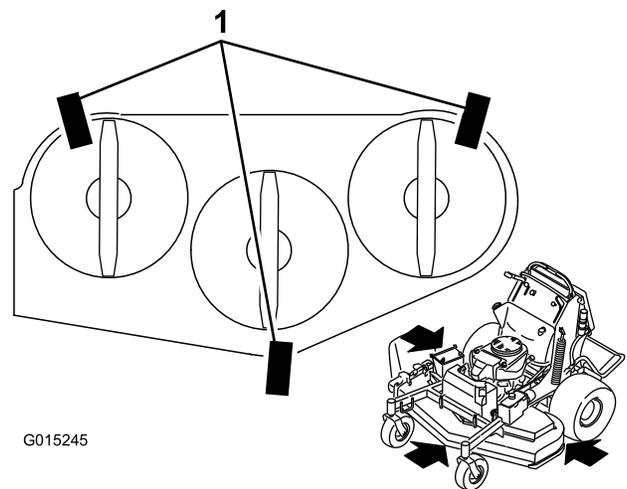

Figura 87
1. Coloque 3 listones de madera de 5x10 cm (2x4 pulgada) debajo de la carcasa del cortacésped, según se muestra en Figura 87. Coloque los listones de 5x10 sobre el lado de 10 cm (4 pulg.).